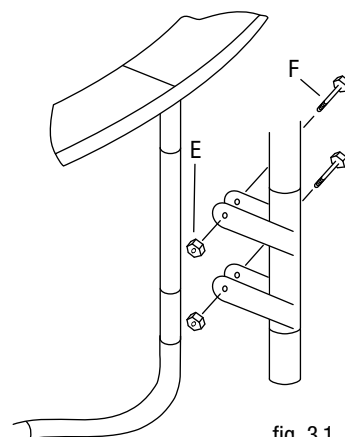

fig. 3.1
Aquí necesitará la ayuda de una segunda persona que sostenga los tubos de la red contra las patas de soporte, de modo que las abrazaderas de retención soldadas del tubo inferior abarquen la pata de soporte. Con los tornillos (F) y las tuercas (E), afirme el tubo de la red a la pata del trampolín de modo que la abrazadera superior abarque la pata de soporte en aprox. 15 cm por debajo del bastidor del trampolín. (fig. 3.1) Esto debe repetirse con las varas restantes en cada pata del trampolín. Primero apriete las tuercas sólo levemente para poder colocar todas las varas de la red en la misma posición. Cuando todas las tuercas estén ubicadas, puede apretar firmemente una tras otra.